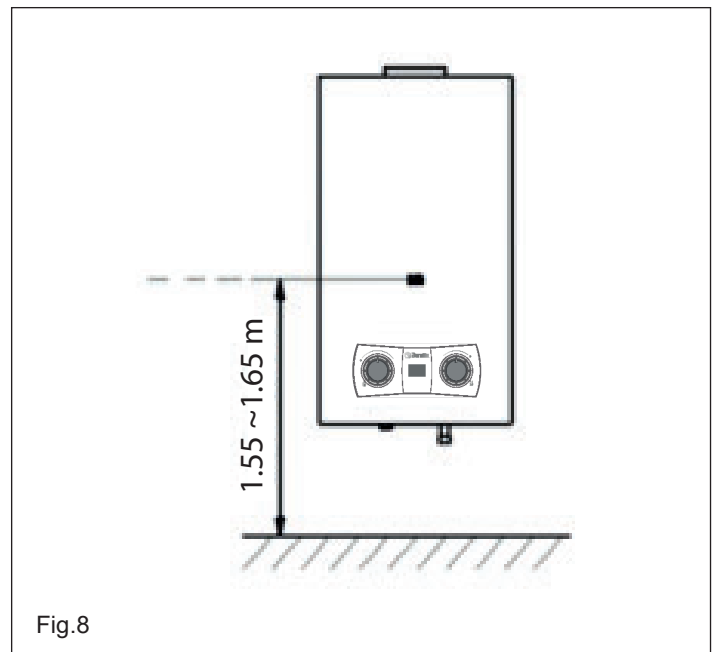
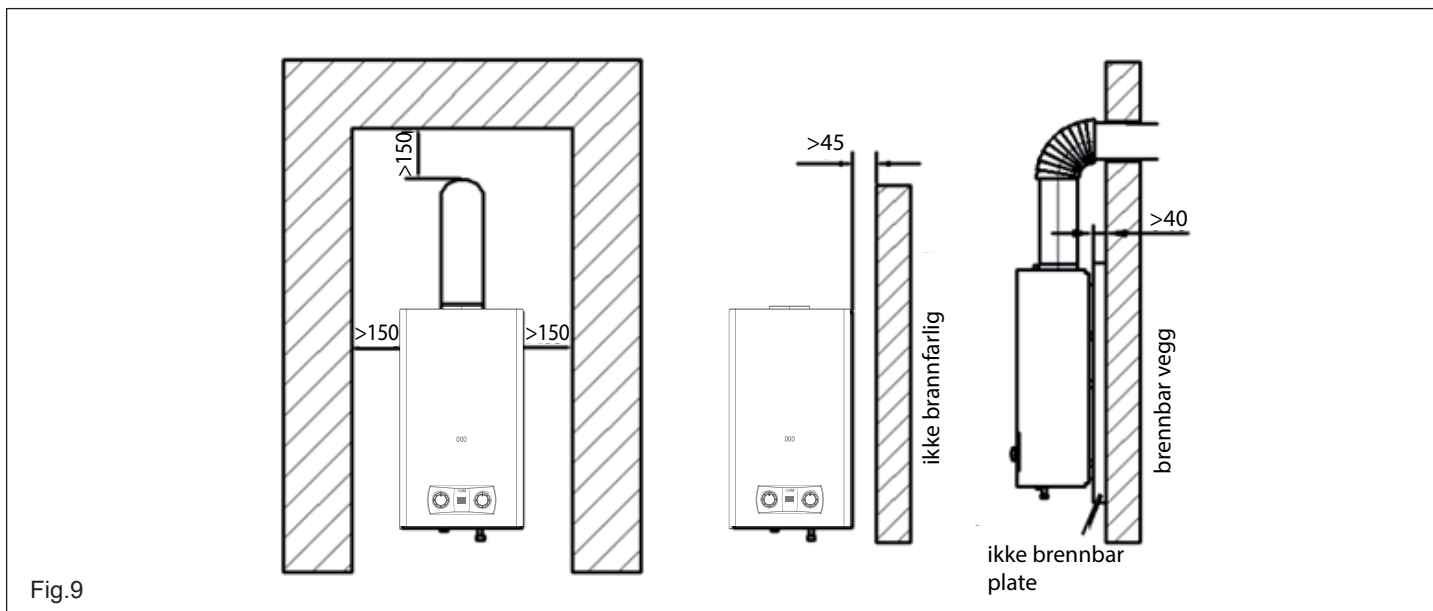

Fig.8
Fig.9
- Vinduet for inspeksjon av flammen på apparatet skal befinne seg i øyehøyde cirka 1,55 m - 1,65 m over gulvet. (Fig.8). Apparatet må holde en bestemt avstand til andre gjenstander, uavhengig om de er brennbare eller flammehemmende i tilfelle av brann (Fig. 9).